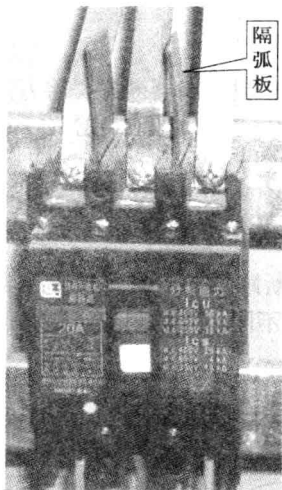

图 1-4 配线过近时应加隔弧板
3) 应垂直安装在配电板上, 在灭弧罩上部留有一定的飞弧空间; 对于塑壳式断路器, 进线端的裸母线应包上 200mm 长的绝缘物, 导线接好后, 必须将随机的隔弧罩装好, 必要时还应加隔弧板(如图 1-4 所示), 以防电弧飞出引起短路。